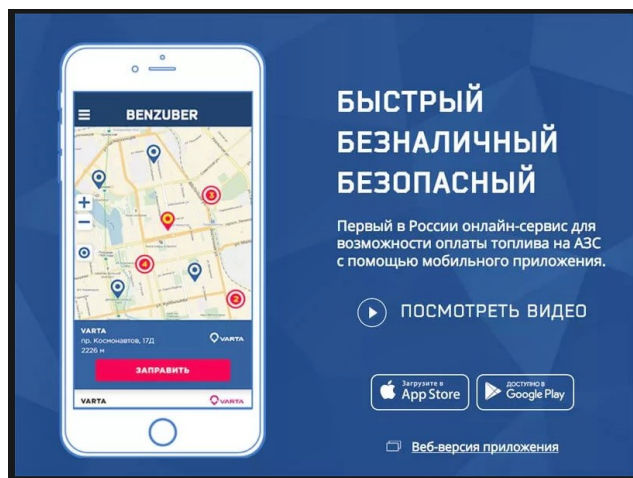

Рис.3
1. Скачать мобильное приложение BENZUBER в Google Play или App Store (рис.3) и установить на свой смартфон (сайт www.benzuber.ru).